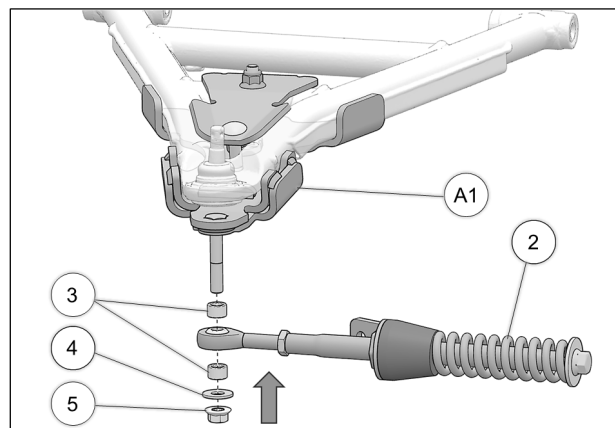

Fig. 18
10. Fixer le bras stabilisateur (**2**) à l'ancrage de suspension (**A1**) à l'aide des deux espaceurs (**3**), de la rondelle (**4**) et de l'écrou autobloquant (**5**). Serrer à un couple de 70 Nm [52 lb•pi]. Voir la Fig. 18